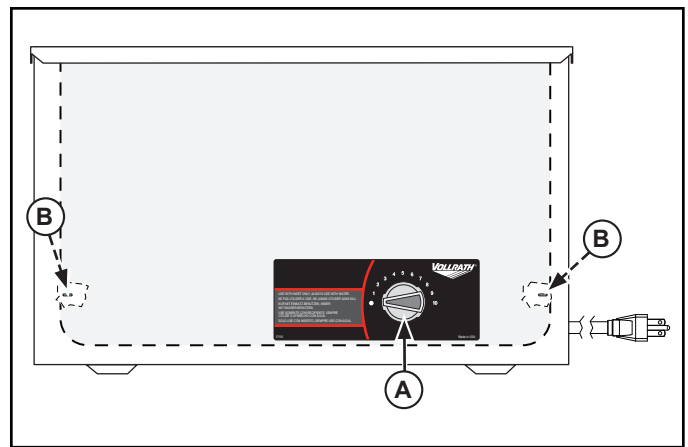

Figure 1. Caractéristiques et commandes
1. Remplissez le compartiment d'eau fraîche et claire jusqu'au repère de niveau correct (B). Le niveau correct se situe à 1 po (2,5 cm) environ pour 5,5 qt (5,2 l) d'eau à peu près. Ne remplissez pas trop. Voir la figure 1.
3. Préchauffez l'eau dans les compartiments en les couvrant avec des bacs à aliments vides ou des couvercles. Tournez le thermostat (A) au réglage maximum (10). Préchauffez pendant 15 minutes.